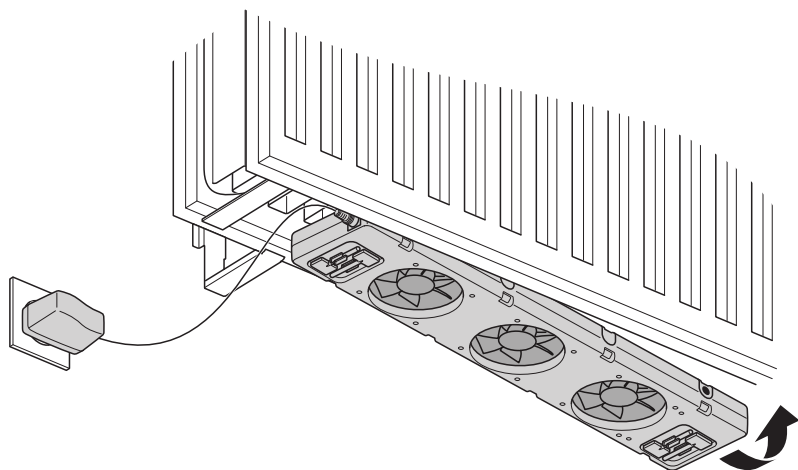

Fig. 2 – Fixation du SpeedComfort (A).
2. Choisissez un emplacement où les supports muraux et les fixations du radiateur ne gênent pas. Fixez le **SpeedComfort** (A) au bas du radiateur, entre les panneaux, à l'aide des **glissières magnétiques réglables** (B) (voir Fig. 2). Le **SpeedComfort** (A) peut également être installé sur la partie supérieure du radiateur, sous un capot.